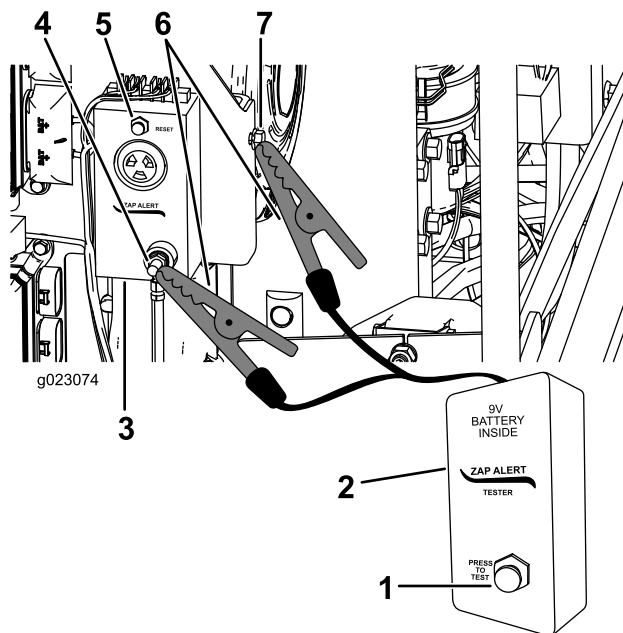

Figura 30
3. Conecte una de las pinzas del probador del sistema Zap Alert al conector de tierra del sistema Zap Alert (Figura 30).
5. Pulse el botón de PRUEBA del probador del sistema Zap Alert (Figura 30).
6. Pulse el botón de REINICIO DEL ZAP ALERT para detener la alarma (Figura 30).